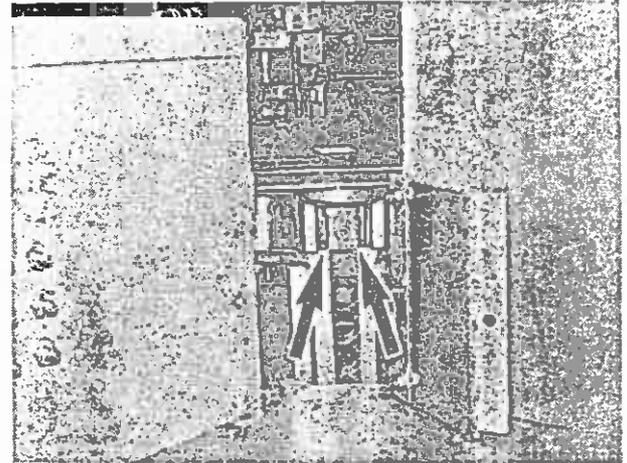

Bild 49
2. Zellen- und Zellenbodenführungen an den in Bild 49 mit Pfeilen gekennzeichneten Stellen einölen.